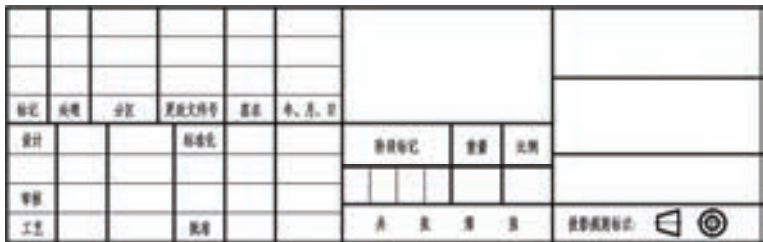

图 6-39 文件中的原始图形
1) 单击“打开”按钮, 弹出“选择文件”对话框，在随书光盘的“CH6”文件夹中选择“标题栏.dwg”文件，单击对话框中的“打开”按钮。该文件中已经存在着图 6-39 所示的原始标题栏。